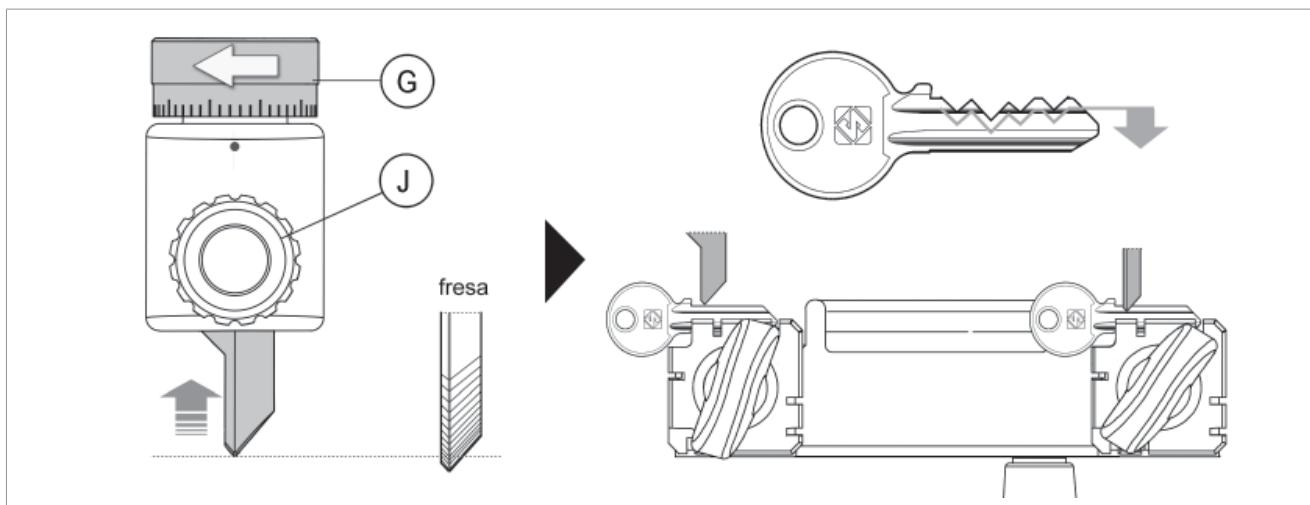

Fig. 19
- c) girar la virola (G) en sentido antihorario para hacerlo retroceder (círculo más profundo) (Fig. 19).